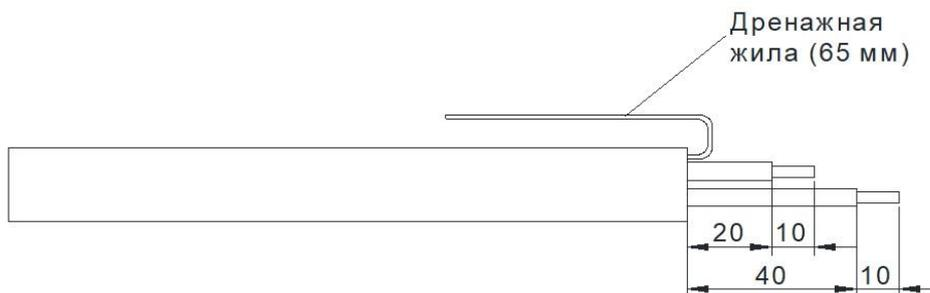

Рисунок 2
**2.8.** Для подготовки нагревательного кабеля к соединению с другой стороны необходимо: удалить оболочку на длине 65 мм от края нагревательного кабеля, удалить фольгу, одну из изолированных жил укоротить на 15 мм, вторую изолированную жилу укоротить на 35 мм, зачистить изоляцию обеих жил на длине 10 мм. Рисунок 2.